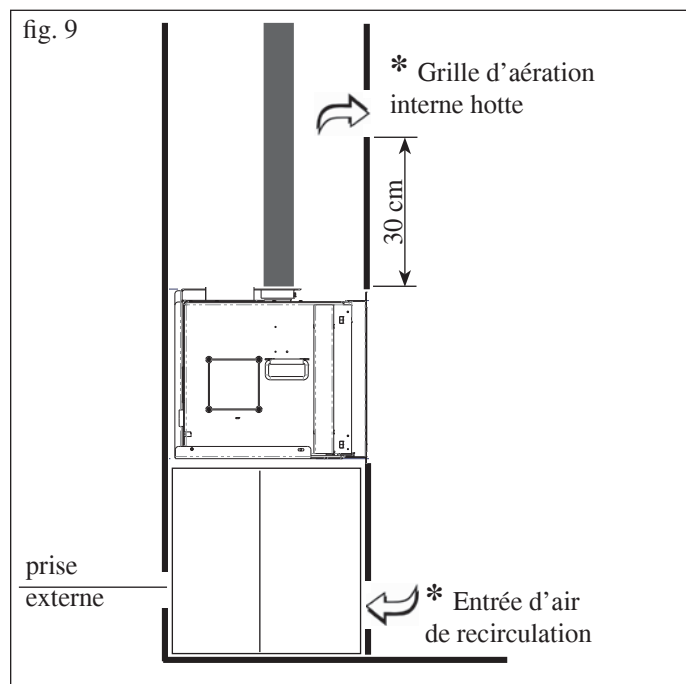

fig. 7
- En agissant à travers l'ouverture (**H**) prévue sur le top de INPELLET 49, enlever la vis de support (\*) et enclencher le conduit de fumées sur le raccord de sortie des fumées (**F**), en le bloquant avec la vis (\*) et sceller avec du mastic pour hautes températures (fig. 7).